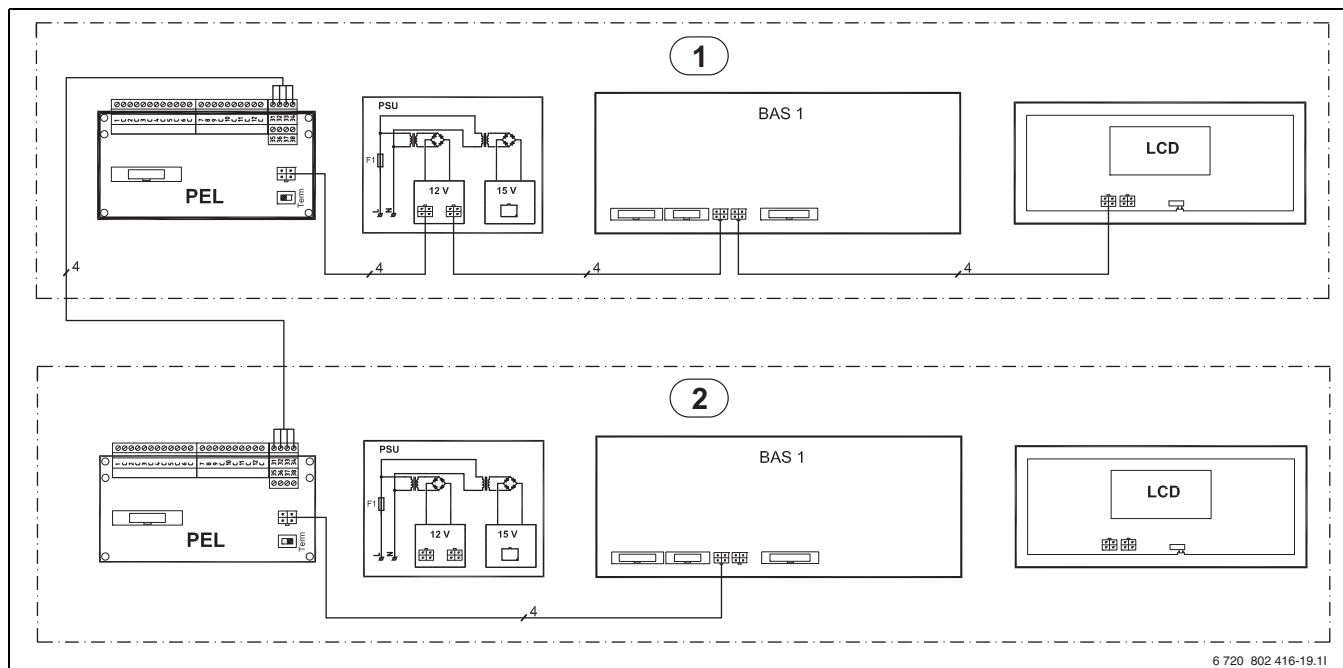

Bild 73 CANbus översikt med två värmepumpar 4,5-17kW
i PSU och LCD (→ bild 73) i värmepump 2 är anslutna från fabrik, dessa kopplas bort och används inte vid kaskadkoppling.
4. Koppla om CANbus med existerande CANbus-kablage i värmepump 2 (→ bild 73)